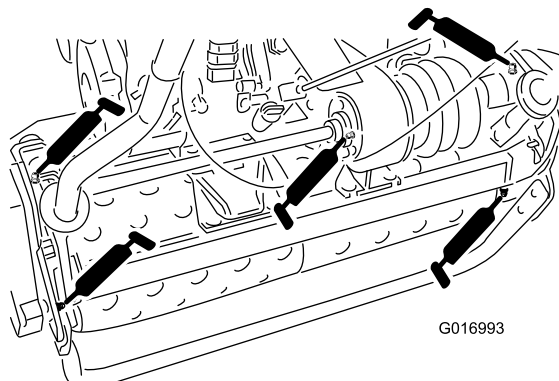

Figura 18
- 2 sugli assali del tamburo (Figura 18).
- 3 sul differenziale (Figura 18).